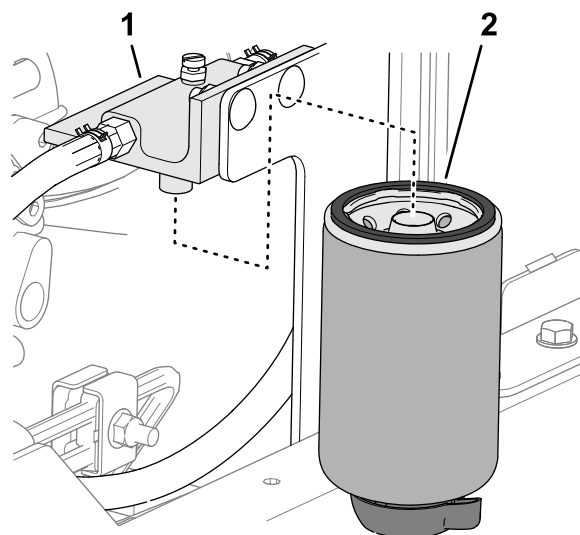

Figure 85
2. Nettoyez la tête et la cartouche du filtre (Figure 85).